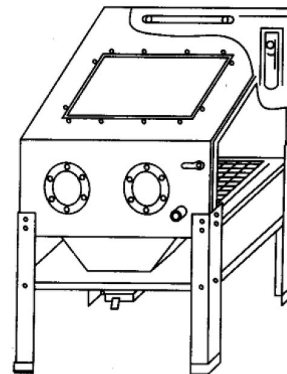

Abb. 7: Montage: Zwischenboden
Schritt 7: Den Zwischenboden mit den beiliegenden M6x12 Schrauben, Distanzscheiben und Muttern an den Beinen der Kabine in halber Höhe anschrauben (Abb. 7).